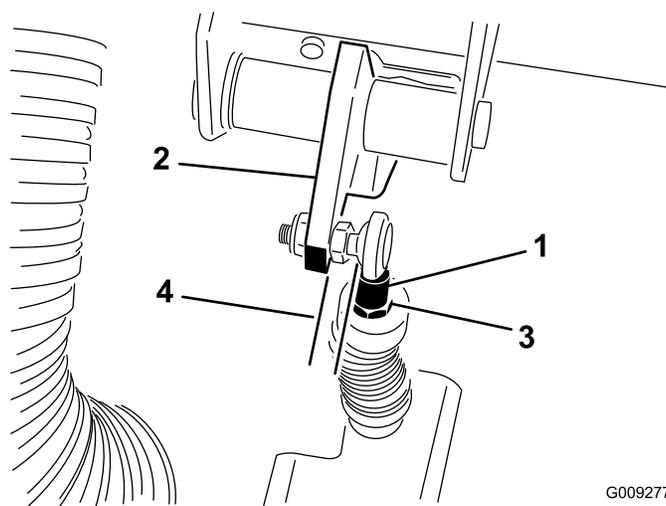

Рисунок 66
**Внимание:** Убедитесь, что после затяжки контргаек конец стержня располагается перпендикулярно к шарикю, а не перекошен, и остается параллельным к педали сцепления (Рисунок 66).